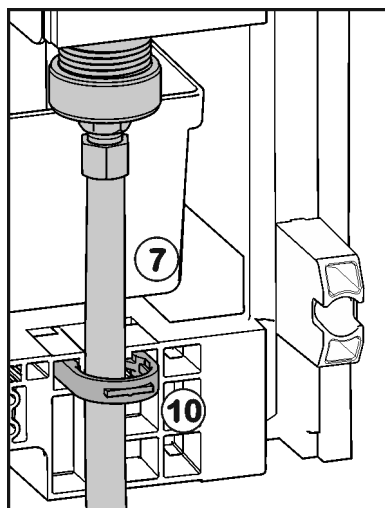

Fig. 19
- ▶ Dado el caso, fije la tubería de agua Fig. 19 (7) con el estribo de retención Fig. 19 (10) en la carcasa.